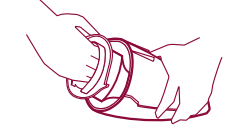

Fig. 12
- Fjern filterholderen. (fig.12)